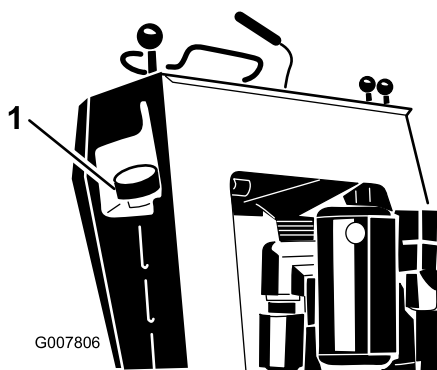

Figura 15
3. Pulite l'area intorno al tappo del serbatoio del carburante e togliete il tappo (Figura 15).